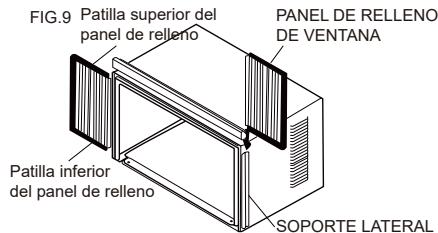
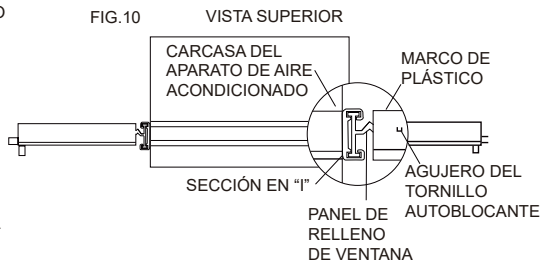

FIG.9
FIG.10
2. Deslice la sección en forma de "I" del extremo del panel de relleno de la ventana en los retenes laterales de cada lado de la carcasa (vea FIG.9 y FIG.10).